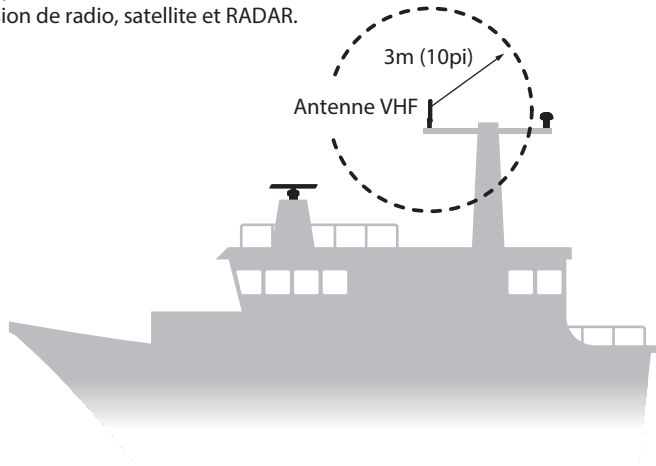

Figure 9 *Emplacement de l'antenne VHF*
- Idéalement, l'antenne VHF du SIA doit être installée directement au-dessus ou au-dessous de l'antenne radiotéléphonique VHF principale du bateau, sans séparation horizontale et avec un minimum de séparation verticale de 2 m. Veuillez consulter la Figure 9 pour plus d'informations.